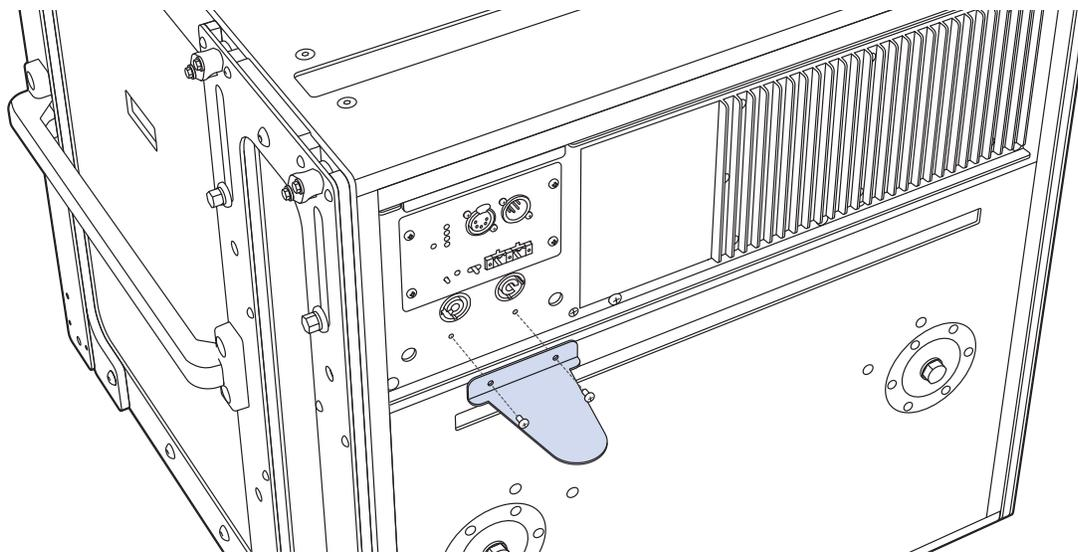

図 32レインフードバッフルをLEOPARDスピーカユーザパネルに取り付け
4. 付属の2本のねじを使用して、図32に示されている方向でバッフルを取り付けます。ねじの推奨締め付けトルクは両方とも、10~12 in-lbs(1.1-1.4 N·m)です。